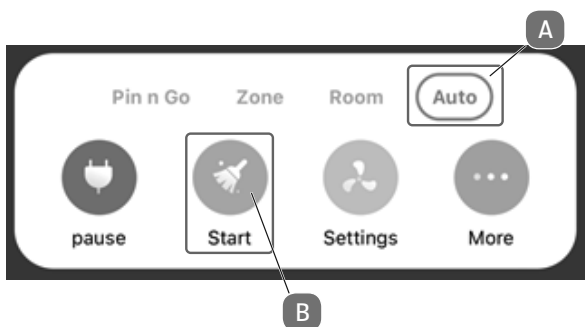

Fig. 14
- ▶ Para crear un mapa de sus dependencias, el robot debe iniciar un trayecto de reconocimiento. Para ello, haga clic según se muestra en la **fig. 14** en el **MODO AUTOMÁTICO (A)** en **INICIO (B)**.